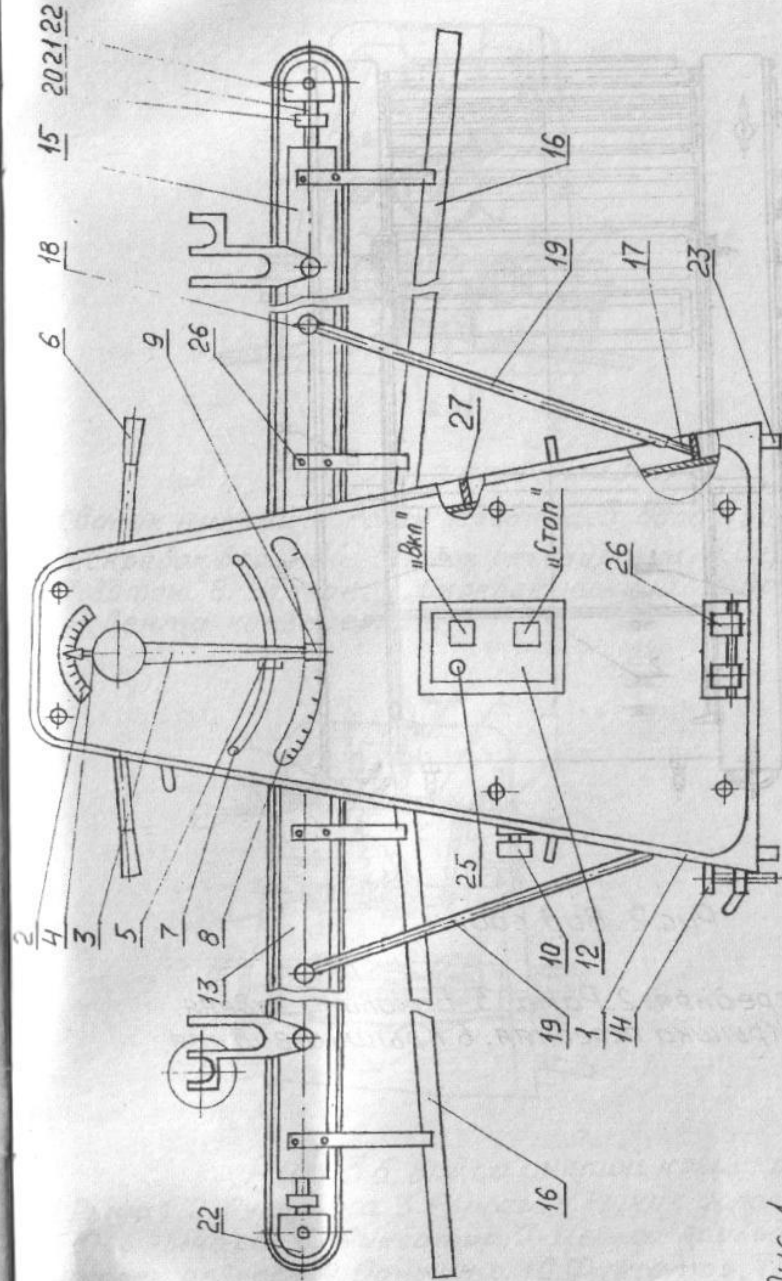

Рис. 1.
- 4.5 Нажатием на рукоятку ручного управления 6 (рис.1) со стороны правого конвейера в крайнее нижнее положение (со стороны левого конвейера – крайнее верхнее положение) включите машину. Выключите машину, установив рукоятку ручного управления в нейтральное (среднее) положение. Включите машину в противоположную сторону, для этого установите рукоятку ручного управления со стороны правого конвейера в крайнее верхнее положение (со стороны левого конвейера – крайнее нижнее положение) включите машину. Убедитесь в исправности машины.
Установив рукоятку ручного управления в нейтральное (среднее) положение, проверьте работу машины нажатием поочередно на педали ножного управления 24 (рис.1). Убедитесь в ее исправности.
- 4.6 Установите переключатель скорости 10 (рис.1) в положение «Больше» и повторите пуск машины в любую сторону ручным и ножным управлением согласно п.4.5.
- 4.7 Установите стрелкой 3 по лимбу 2 зазор между раскатывающими вальцами 60..70 мм поворотом рукоятки 4 с фиксатором 9 (рис.1).
- 7.1 По окончании работы нажатием кнопки «Стоп» пускателя 12 (рис.1) выключите электропитание машины. При этом на электрической панели машины должна погаснуть сигнальная лампочка.
- 7.7 Если машина не используется длительное время, установите конвейеры 13 и 15 (рис.1) в вертикальное положение, поднимая вверх свободные концы до тех пор, пока опоры 19 войдут в верхние фиксаторы 27 (рис.1). Вилка должна быть отсоединена от электросети.